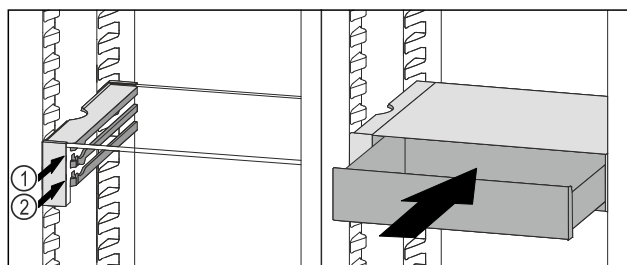

Fig. 207
- ▶ Nasad'te zásuvku VarioSafe za zarážky na požadovaném žebro Fig. 207 (1) nebo Fig. 207 (2).